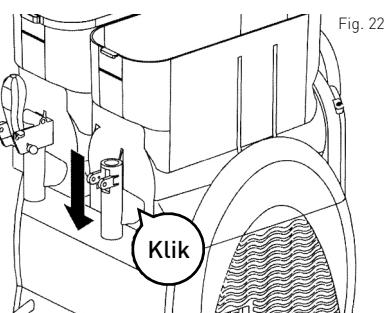

Fig. 22
- Druk de kom licht omlaag tot deze vastklikt op de juiste positie (zie Fig. 22).